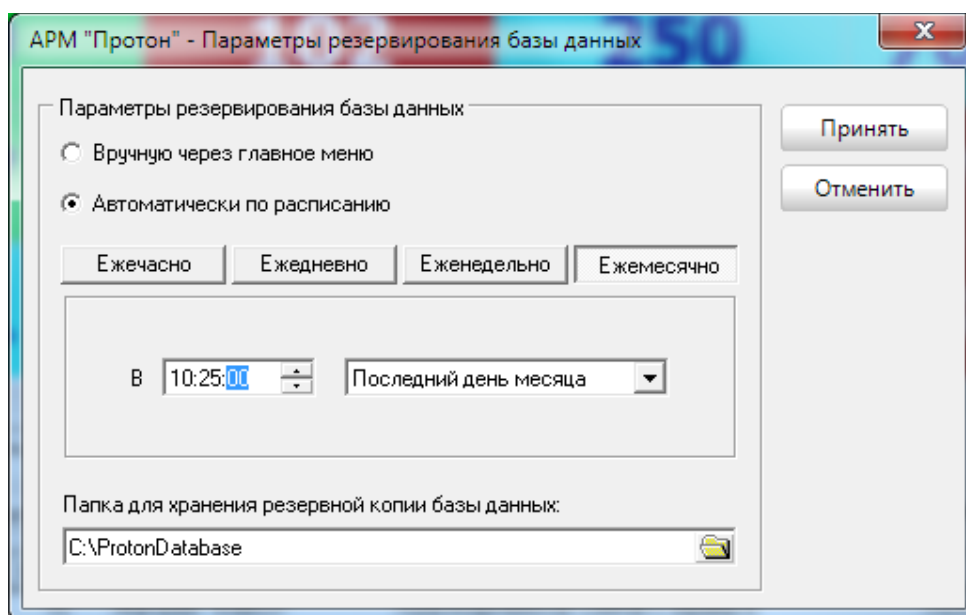

Рисунок 46
- ежемесячно в определённый день месяца в определённое время (Рисунок 46).